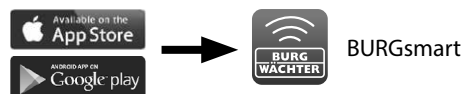

Fig. 1
- 1 Para poder configurar seu novo sistema de bloqueio, você deve primeiro descarregar o aplicativo *BURGsmart*. Ele pode ser encontrado na App Store do iOS e na Google Play Store (Fig. 1).